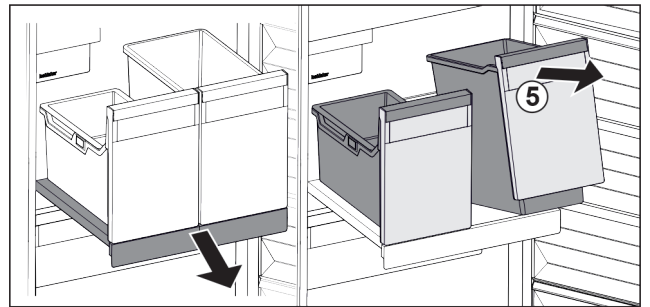

Fig. 99
- ▶ Nadvihnite nádobu Fig. 99 (5) vpredu.